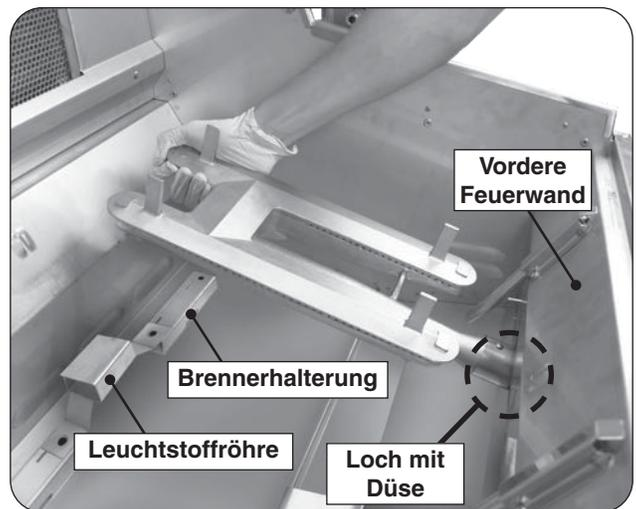

Abb. 35-2 Brenner ausbauen
3. Heben Sie den Brenner vorsichtig aus der Brennerhalterung und aus dem Loch in der vorderen Spritzwand. Siehe Abb. 35-2.